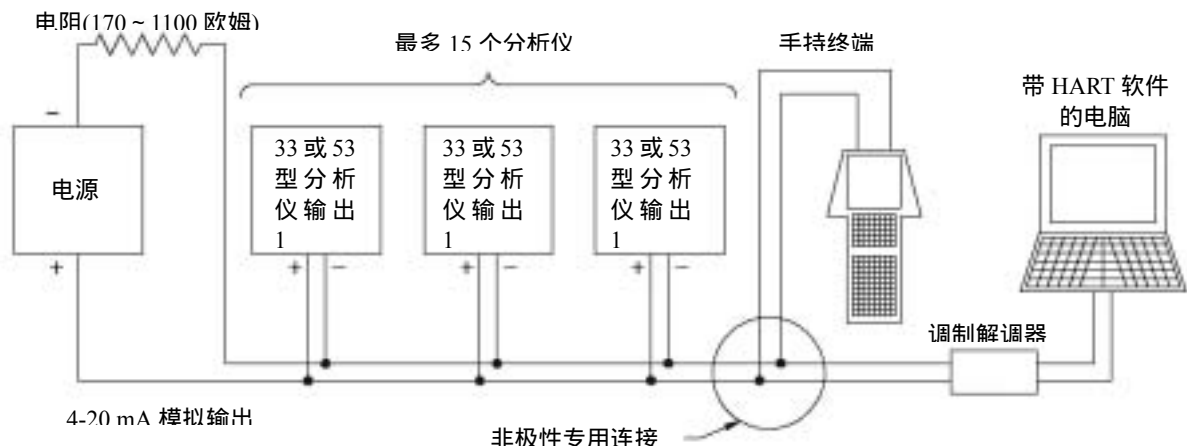

图3-4 HART 多分析仪布线方法（用于多分析仪网络）
2. 参考图 3-4，并将每个分析仪的 4-20 mA 模拟输出 1 信号以**并联**的方式连接到一个电缆上，极性如图所示。